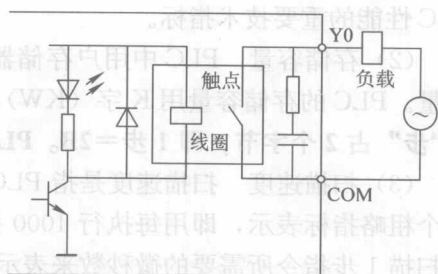

图 0-1 继电器输出电路
1) 继电器输出, 如图 0-1 所示。PLC 输出电路内为小型继电器, 其优点是电压范围宽, 导通压降小, 价格也便宜, 可以控制交流负载, 也可以控制直流负载。但其缺点是触点寿命短, 触点断开时有电弧产生, 容易产生干扰, 响应速度慢。